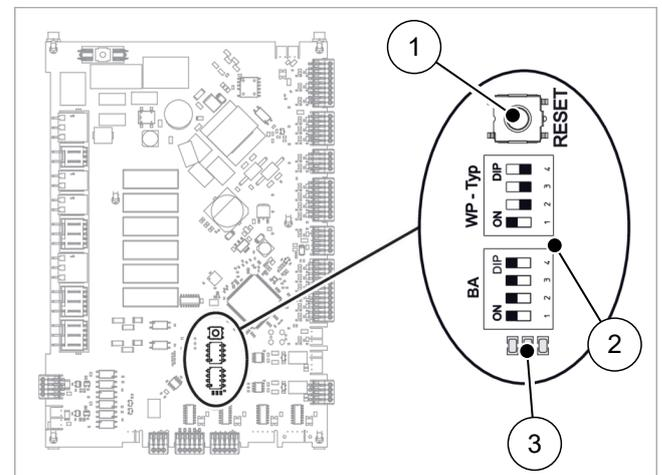

Abb. 52: Leuchtdioden und Reset-Taste auf IWS
Die Bedeutung der Leuchtdioden (siehe → Abb. 52 (2)) auf der IWS ist in der folgenden Tabelle aufgeführt.
Wenn die IWS falsch initialisiert wurde, können mit der Reset-Taste (Abb. 52 (1)) auf der IWS die Einstellungen zurückgesetzt werden.
Einstellung der DIP-Schalter prüfen (Position auf IWS siehe → Abb. 52).